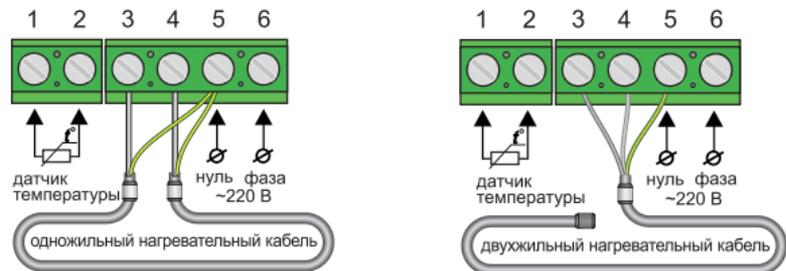

Рис. 3. Схема подключения к 2-хпроводной сети питания нагревательных секций и матов
Если у Вас 2-х проводная электрическая сеть (без проводника заземления), схема подключения представлена на рис. 3. Экран нагревательной секции подключается к нейтральному проводнику (N) сети питания, на клемму 5.